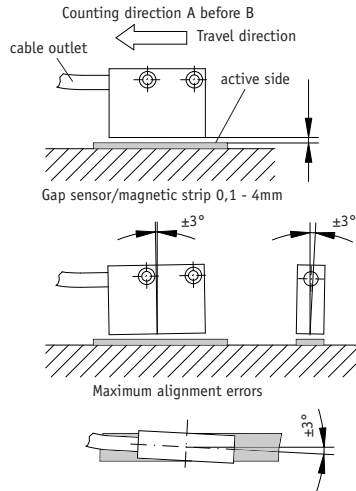

Fig. 6: Definition of counting direction / mounting
- Die Abstandstoleranz zwischen Sensor und Magnetband wurde nicht über die **gesamte** Messstrecke eingehalten, der Sensor streift auf dem Magnetband (Abb. 6).
- Der Sensor ist mit der aktiven Seite vom Band abgewandt montiert (Abb. 6). Die aktive Seite ist zusätzlich mit dem Aufkleber "Bandseite" gekennzeichnet.
- Der Sensor wurde nicht entsprechend Abb. 6 ausgerichtet.
- **Sensor must be aligned correctly with respect to the counting direction** (see fig. 6). This can be ignored if counting direction can be changed via the follower electronics (e.g. by magnetic display units from SIKO).
- When mounting the magnetic sensor, ensure that the gap between strip & sensor and the max. admissible deviation are maintained over the total measuring length (see fig. 6)!